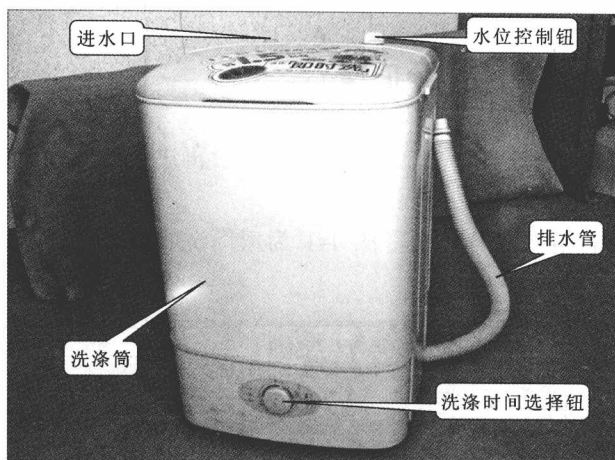

图 1-3 海尔小小神童迷你型洗衣机整机结构
① 图 1-3 为海尔小小神童迷你型洗衣机整机结构。从图中可以看到,该洗衣机由洗涤筒、排水管、进水口和水位控制钮及洗涤时间选择钮组成。